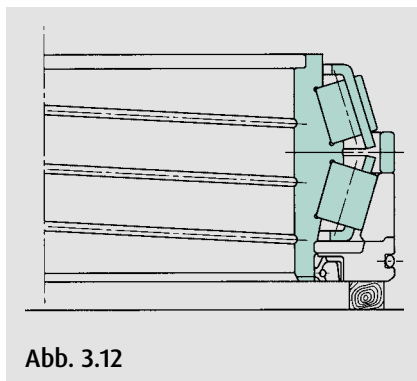

Abb. 3.12
8. Den Innenring auflegen, Stirnseite mit Einbaumarkierung A nach unten. Beim Einlegen ist der Innenring durchzudrehen (Abb. 3.12). Bei der Montage des Innenrings sind alle Teile sorgfältig mittig auszurichten. Der Innenring darf dabei die Radialwellendichtung nicht beschädigen. Dann prüfen, ob die Dichtlippe der Radialwellendichtung richtig am Innenring anliegt.